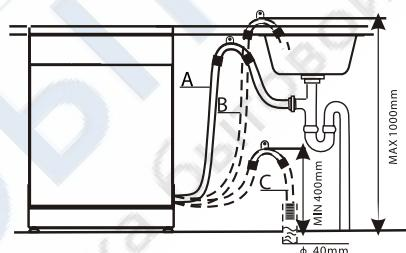

Рис.6. Подсоединение сливного шланга.
Вставьте отводящий шланг в слив, диаметром не меньше 4 см, проверьте, нет ли перегибов шланга. При необходимости используйте специальный крепеж, входящий в комплектацию машины (рис.6). Свободный конец шланга может находиться на высоте от 40 см до 1 м и не должен погружаться в воду.
- Подсоедините сливной шланг (см. рис. 6).